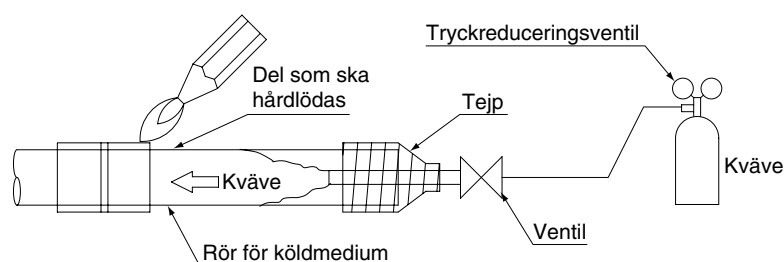

Bild 5
- Vid hårdlödning av köldmediumrör ska arbetet påbörjas efter utbyte av kvävet (\*1) eller utför hårdlödningen med kväve i köldmediumrören (\*2) (**se bild 5**), och gör fläns- eller kragkopplingarna till inomhusenheten och BS-enheten på slutet.